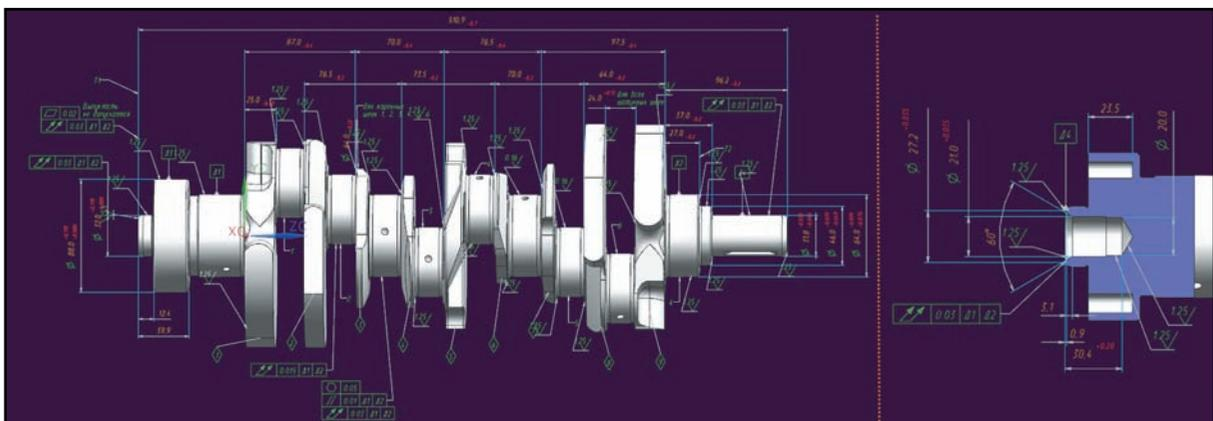

Рисунок 9.44. Модель с аннотированными видами и сечениями
- Модель содержит несколько модельных видов с размерами и аннотациями разных типов, а также несколько видов сечения. Двойным щелчком на виде «Сечение 2» сделайте его рабочим и просмотрите сделанное сечение модели с нанесенными размерами и аннотациями (рис. 9.44).